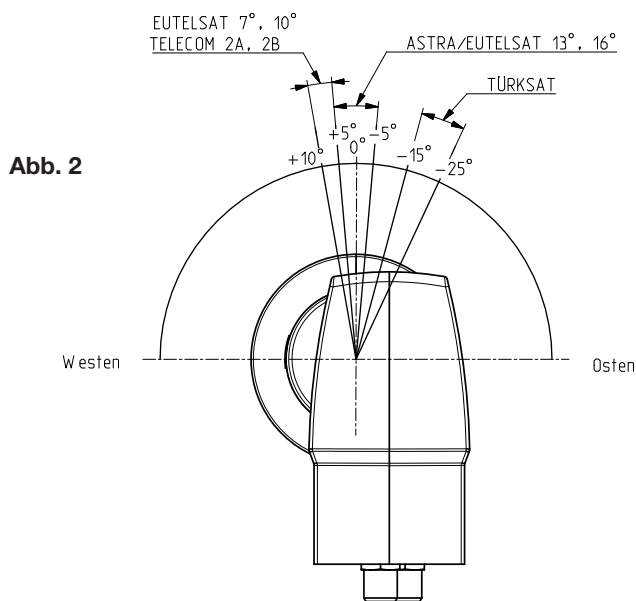

Abb. 2
2. Gradwert für die Polarisierungseinstellung aus Abb. 2 entnehmen.